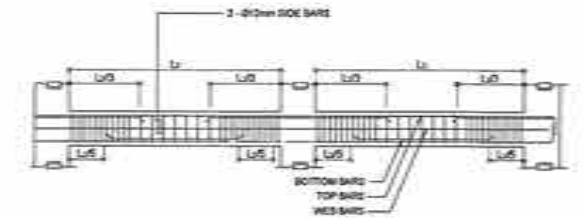

FIGURE B-1
- TYPICAL BAR BENDING AND CUTTING DETAILS FOR BEAMS SHALL BE AS SHOWN IN FIGURE B-1